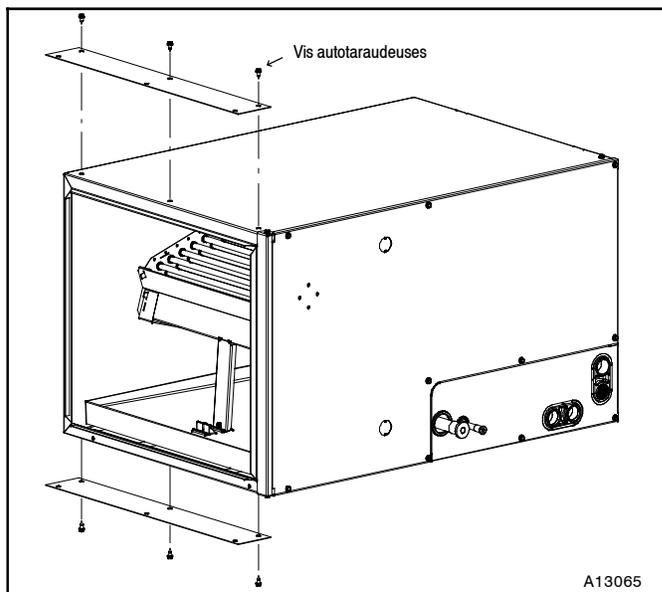

Figure 4 - Installation horizontale vers la droite
1. Utilisez des plaques de fixation fabriquées sur place pour fixer le serpentín à l'appareil de chauffage. (Consultez la **Figure 4.**)